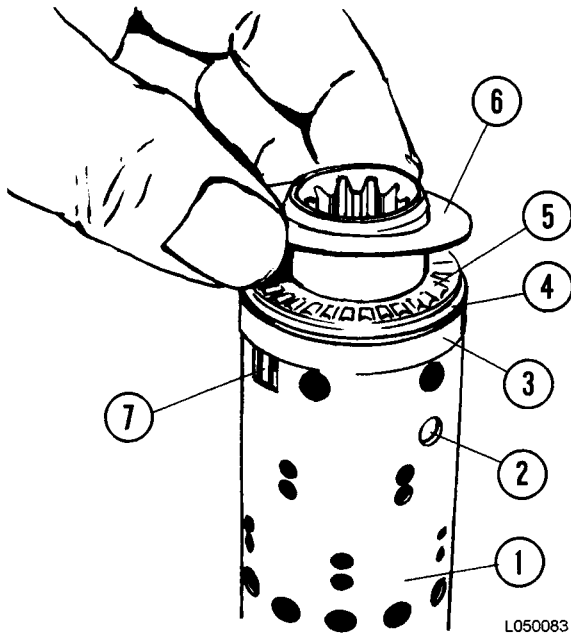

FIGURA 5-10. MONTAJE DEL RODAMIENTO
Con los resortes de posición neutro (7, Figura 5-10) centrado en el carrete y la camisa, instale el anillo (3), la carrera del rodamiento trasero (4), el rodamiento de empuje (5) y la carrera del rodamiento delantero (6) en ese orden. El bisel en el rodamiento trasero debe quedar mirando desde el rodamiento.